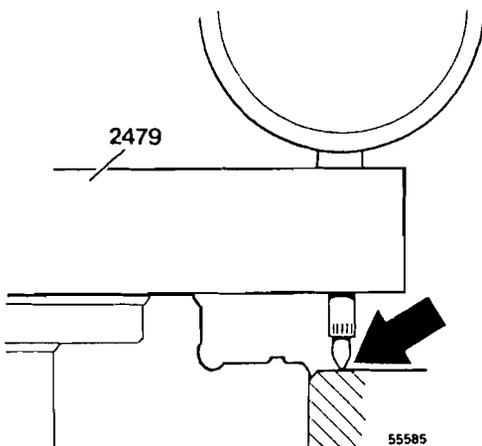

Fig. 126
- 1 Montar la camisa sin los aros de estanqueidad en el bloque y controlar la altura de la superficie de estanqueidad. Leer el indicador y anotar el valor leído, véanse figs. 126 y 127.